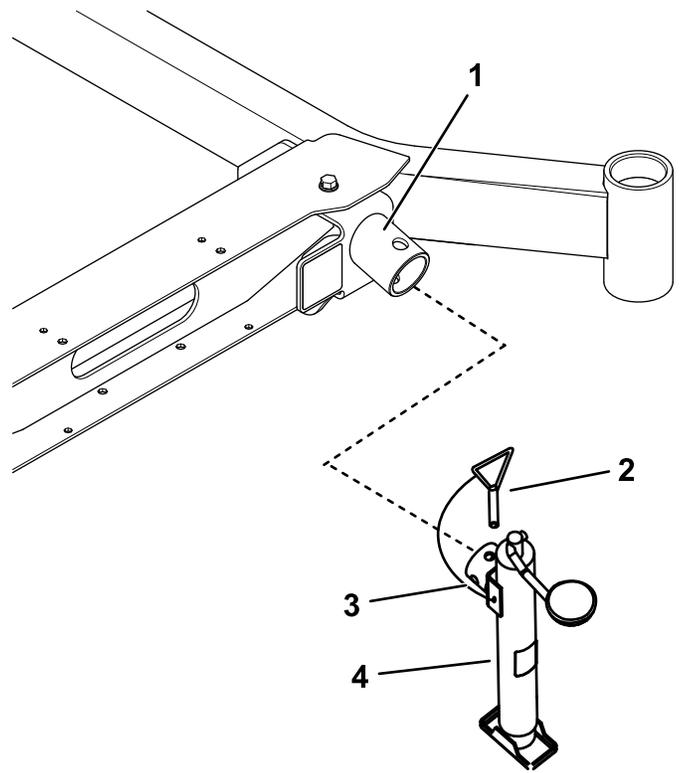

Figura 4
3. Sujete el gato al soporte del gato con un pasador de gato (Figura 4).